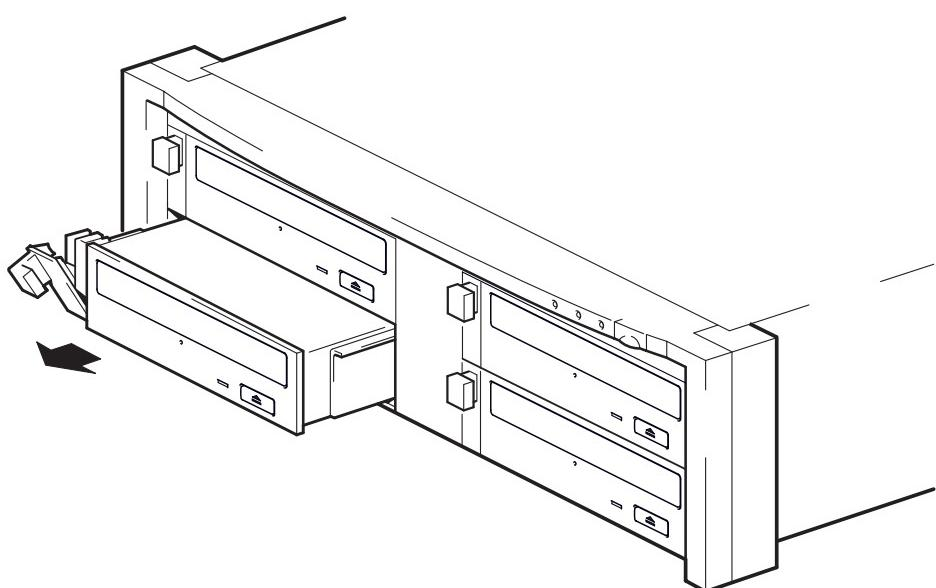

図 5b: ドライブを取り外す
- 2 取外しレバーを使用するときは、ドライブをテープ・アレイから慎重にしっかりと引き抜いてください（図 5b を参照）。